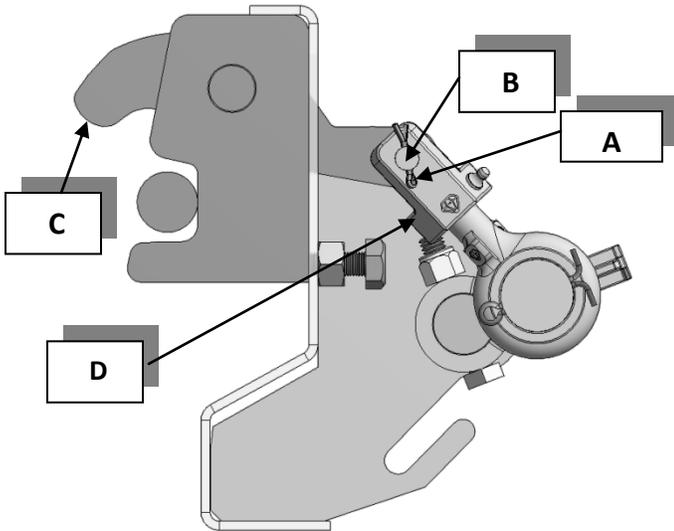

Figure 2
- Avec la barrure (C) en position ouverte (figure 2), remarquez quel côté est le moins fermé.
- Retirez la goupille (A) et le goujon (B) de la chape à rotule en hexagone (D) sur le côté qui ferme mieux, en laissant la barrure (C) ouverte.
- Serrez la barrure en tournant la chape à rotule en hexagone (D) dans le sens des aiguilles d'une montre OU desserrez la barrure en tournant la chape à rotule en hexagone (D) dans le sens contraire. Normalement, un demi-tour devrait suffire.